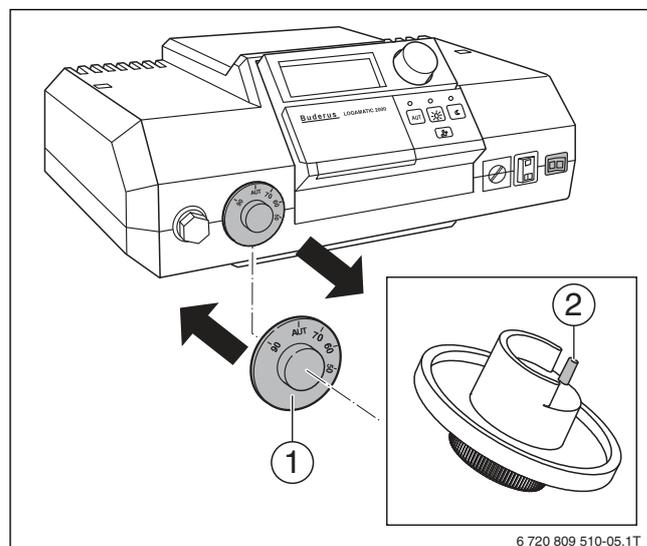

Рис. 23 Замена ручки регулятора температуры котловой воды
- ▶ Установите на регулятор температуры котловой воды (→ рис. 23, [1]) новую ручку со штифтом [2].